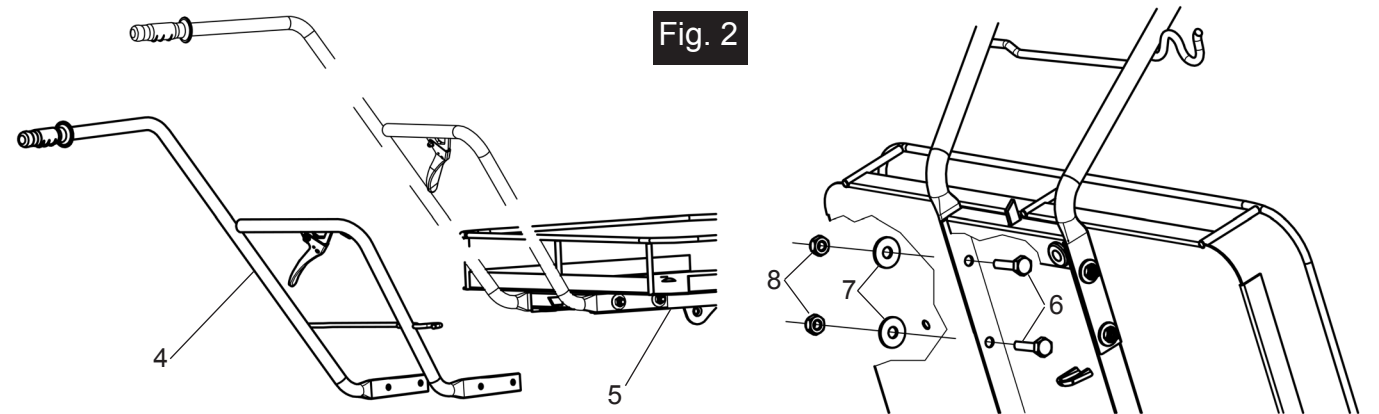

Fig. 2
MONTAGGIO MANUBRIO SINISTRO (Fig. 2) Fissare il manubrio sinistro (4) alla piastra ribaltamento (5) negli appositi fori per mezzo delle viti (6), rondelle (7) e dadi (8); ruotare verso il basso in modo da agganciare il gruppo alla macchina (part. 2).
LEFT-HAND HANDLEBAR ASSEMBLY (Fig. 2) : fix the left handlebar (4) to the dumper-plate (5) into the existing holes using the screws (6) the washers (7) and the nuts (8) . Turn it downward in order to couple the set to the unit (part. 2).
MONTAGE DU MANCHERONS GAUCHE (FIG.2) : fixer le mancheron gauche (4) à la plaque basculante (6) dans les trous appropriés avec les vis (7) , les rondelles (7) et les écrous ; retourner vers le bas afin d'accrocher l'ensemble à la machine (part.2).
MONTAGE DES LINKEN FÜHRUNGSHOLMENS(Bild 2): Befestigen Sie den linken Holmen (4) an die Grundplatte (2) in die dafür vorgesehenen Löcher, mit den Schrauben (6), den Scheiben (7) und den Muttern (8). Um die Montage zu erleichtern, sollten Sie die Grundplatte in die Senkrechte stellen. Somit kann der linke Holmen einfacher von oben montiert werden.
MONTAJE MANILLAR IZQUIERDO: (fig. 2): sujetar el manillar izquierdo (4) a la placa basculante (5) con tornillos (6), arandelas (7) y tuercas (8); pivotear hacia abajo para enganchar el grupo manillar a la máquina (part.2).